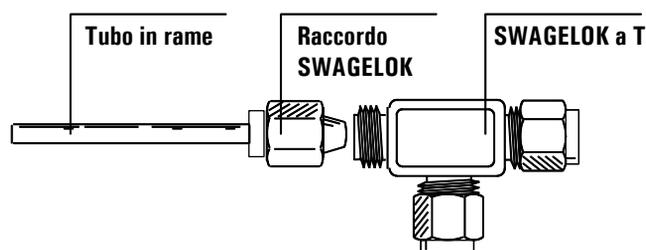

Figura 105. Collegamento di un raccordo SWAGELOK a T
1. Tagliare il tubo nel punto in cui si vuole installare la T. Collegare il tubo e la T tramite un raccordo SWAGELOK. Vedere la Figura 105.